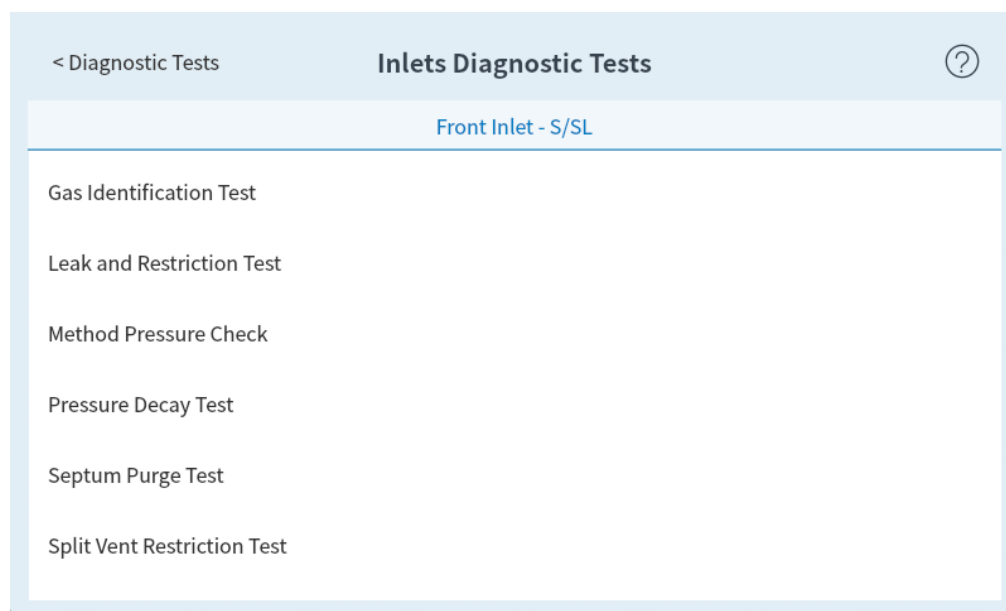

Figura 38. Página de pruebas de diagnóstico de los inyectores
Seleccione un enlace para acceder a los informes o las pruebas que desee. Consulte la **Figura 38**.
3. Seleccione **Inyectores (Inlets)**, **Detectores (Detectors)**, u otro enlace, según se desee. Se abrirá la página correspondiente. Por ejemplo, al seleccionar **Inyectores (Inlets)** se abre la página de pruebas de diagnóstico de los inyectores. Consulte la Figura 38.